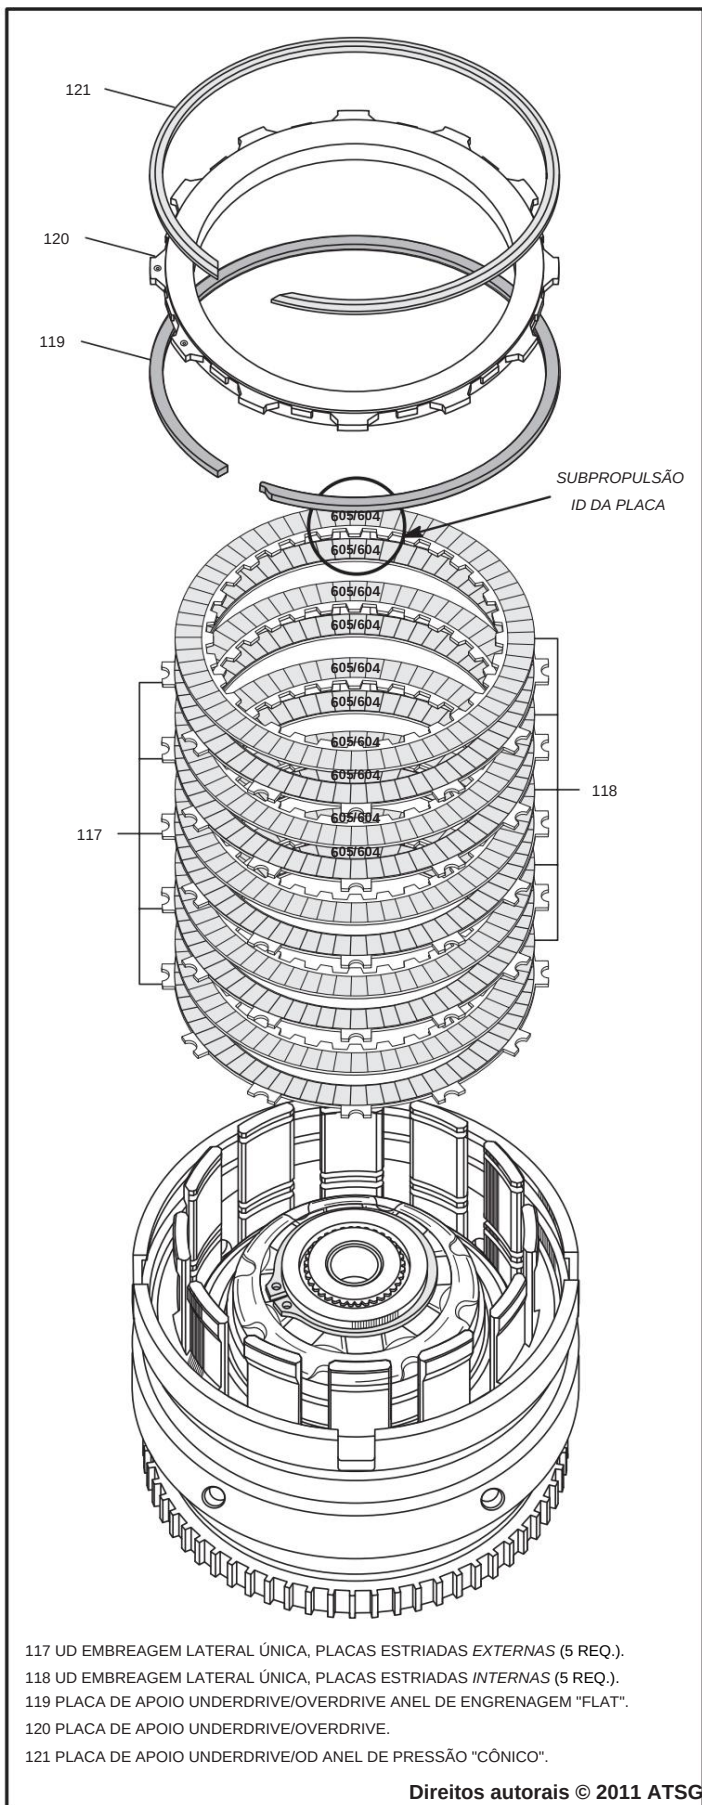

Figura 101
Nota especial: As placas de underdrive 68RFE, tanto as placas estriadas internas quanto as externas, podem ser identificadas pelos números "605/604" gravados a laser nos revestimentos de material de fricção (consulte a Figura 101).
21. Instale o pacote de embreagem underdrive "unilateral" começando com uma placa de spline externa com o revestimento voltado para cima e alternando com as placas de spline internas com o revestimento voltado para cima, conforme mostrado em Figura 101 (são necessários 5 de cada).
22. Instale a placa de apoio do underdrive/overdrive anel de pressão **plano** inferior no alojamento no sulco inferior, conforme mostrado na Figura 101.
23. Instale a placa de apoio do underdrive/overdrive no retentor da embreagem de entrada, com o grande degrau voltado para baixo, conforme mostrado na Figura 101.